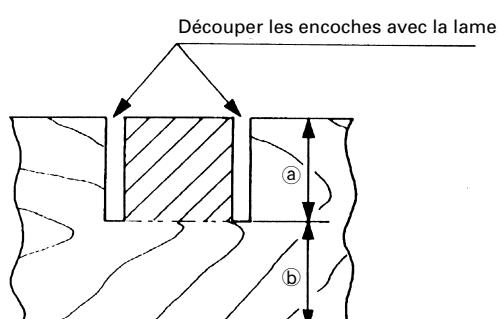

Fig. 33
Les encoches dans les pièces se découpent comme indiqué à la Fig. 33 en réglant le boulon de réglage de la profondeur de 8 mm.
- (1) Desserrer l'écrou à oreilles de 8 mm et tourner le boulon de réglage de la profondeur de 8 mm à la main.
- (2) Régler la profondeur de coupe voulue en réglant la distance entre la lame et la surface du socle (voir ⑤ à la Fig. 33).
- (3) Quand le réglage est terminé, bien resserrer l'écrou à oreilles de 8 mm.